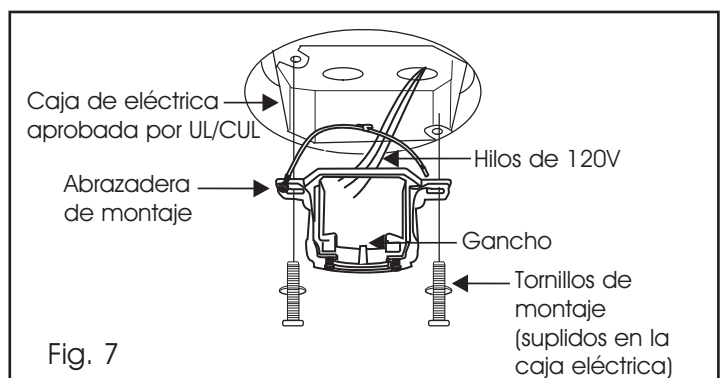

Fig. 7
Paso 3. Pase los hilos de 120 voltios a través del agujero central del soporte de suspensión del techo tal y como se muestra en la. (Fig. 7.)